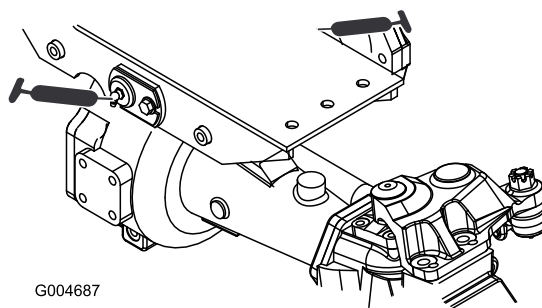

Figura 63
- Dois casquilhos da articulação do eixo traseiro e frontal (Figura 63)